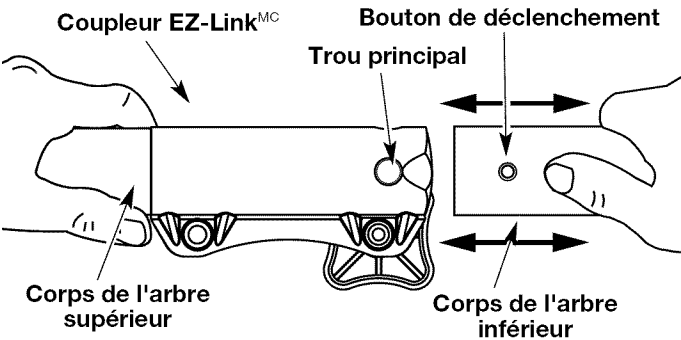

Fig. 7
3. Tenez fermement le corps de l'arbre supérieur et retirez l'accessoire de coupe ou autre du coupleur EZ-LinkMC (Fig. 7).
2. Tenez fermement l'accessoire et enfoncez-le tout droit dans le coupleur EZ-LinkMC (Fig. 7).